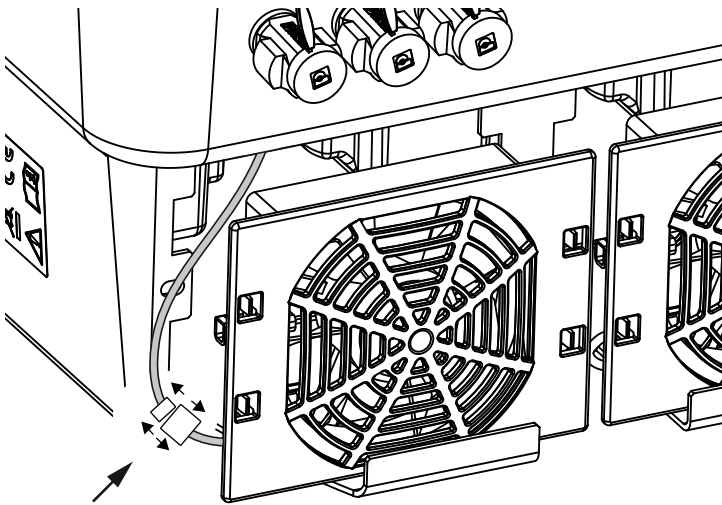

Abb. 74: Lüfterkabel abziehen
4. Lüftereinheit aus dem Gehäuse vollständig herausziehen. Dazu Steckverbindung des Lüfterkabels trennen.  **Abb. 74**